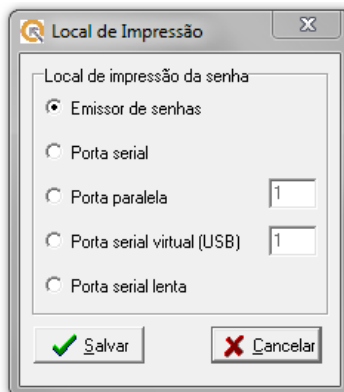

Figura 22 - Tela de seleção do local de impressão.
- **Configurar local da impressão:** abre a tela de seleção do local de impressão, Figura 22.